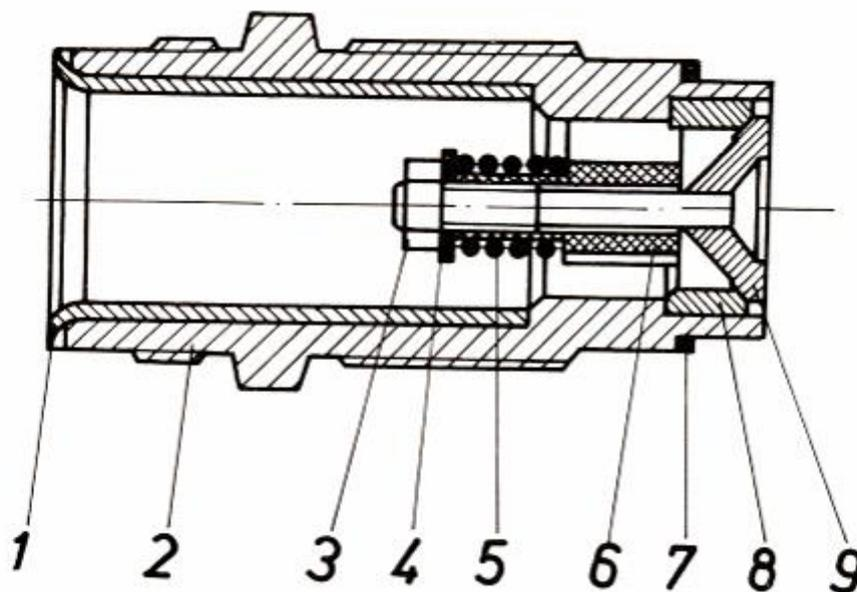
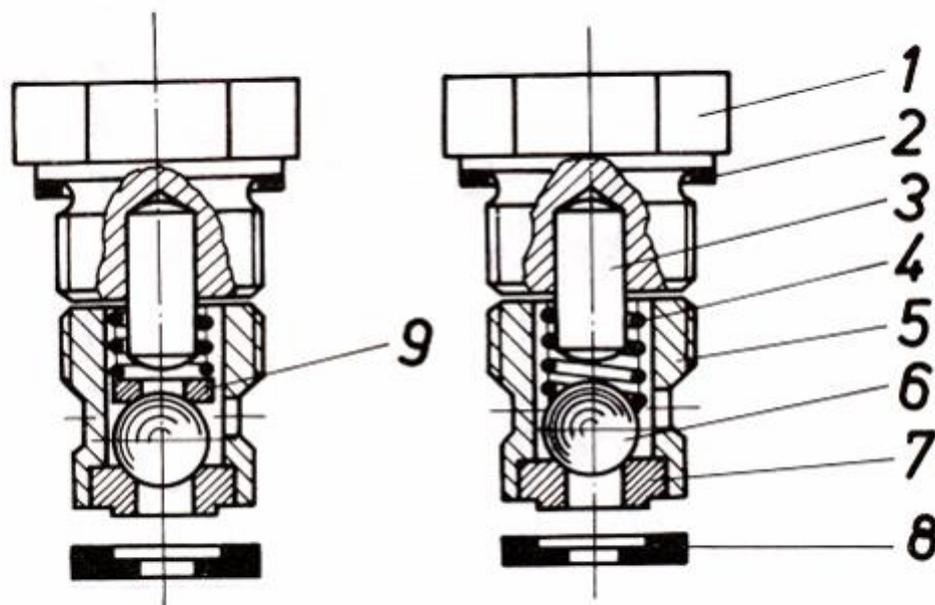
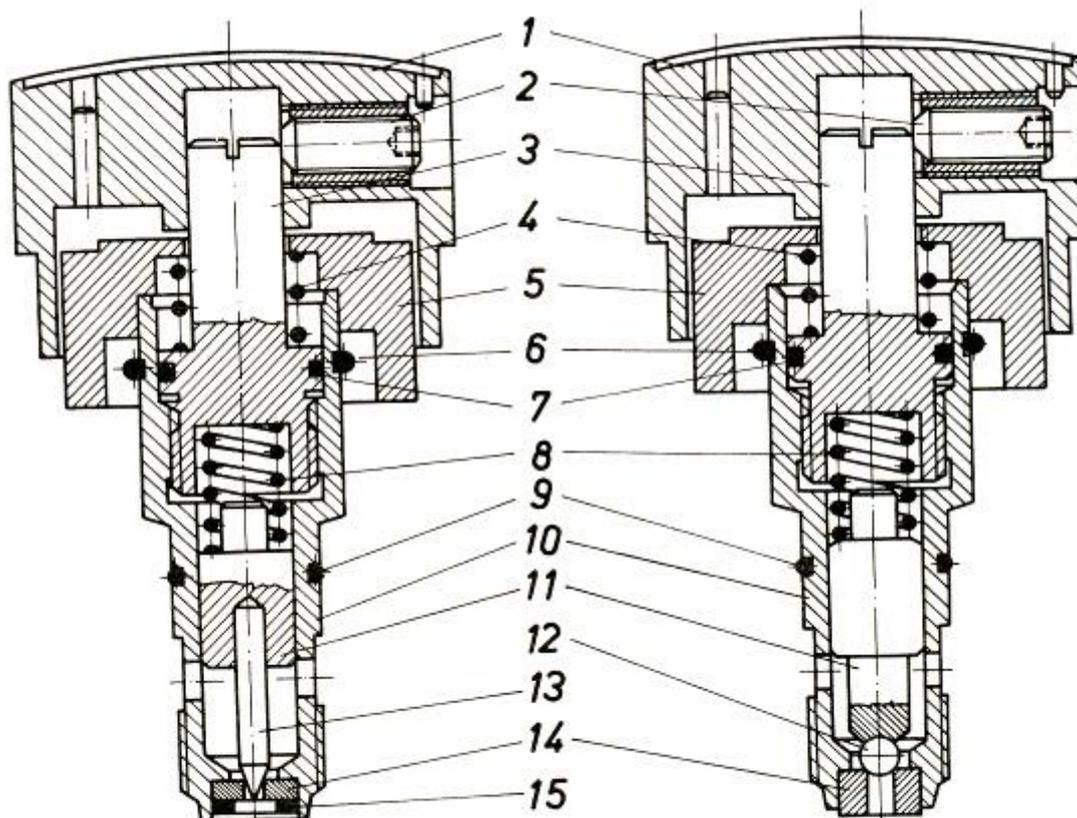
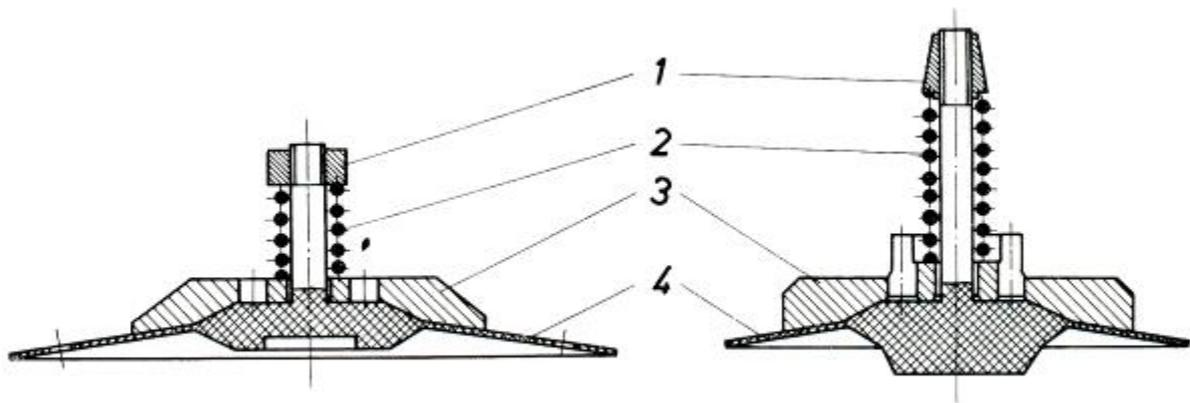

Рис. 8. Всасывающий клапан: агрегата 2600 НА (07—2.03.00), 7000 НА и 7000 Н—I (10—2.03.00).
Рис. 9. Нагнетательный клапан в сборе: слева — агрегата 2600 НА (10—2.04.00), справа — агрегата 7000 НА и 7000 Н—I (11—2.04.00).
Рис. 11
Рис. 12. Мембраны в сборе: слева — агрегата 2600 НА (07—2.02.00), справа — агрегата 7000 НА и 7000 Н—1 (11—2.02.00).
Рис. 6. Насос с электроприводом агрегата 2600 НА (901—0158). 1 — корпус ступени краски (07—2.01.02); 2 — вставка полиамидная (07—2.00.08); 3 — болт с внутренним шестигранником М10х55, 9 шт. (99—0.03.11); 4 — всасывающий клапан (07—2.03.00), (см. рис. 8); 5 — патрубок для сливной трубки (10—2.00.10); 6 — перепускной клапан (Ю—2.06.00), (см. рис. 10); 7 — мембрана в сборе (07—2.02.00), (см. рис. 12); 8 — вкладыш полиамидный (07—1.00.11); 9 — корпус в сборе с цилиндром, втулкой и радиальным уплотнением вала (07—1.01.00); 10 — цилиндр (07—1.01.11); 11 — поршень (07—1.07.01); 12 — гайка специальная (07—1.01.12); 13 — пружина для поршня (07—1.00.09); 14 — прокладка для пружины (07—1.07.02); 15 — кольцо стопорное (99—2.25.09); 16 — болт М5х12, 8 шт. (99—0.16.04); 17 — болт с Шестигранной головкой Мх5х14 (99—0.03.07); 18 — шайба пружинная (99—2.15.05); 19 — диск фиксатор (07—1.00.12); 20 — роликподшипник с ограничительным кольцом NUP 2304 (99—6.04.02); 21 — крышка корпуса (901—0168); 22 — шнур резиновый 0 2 мм (99—7.10.10); 23 — маслосливочная пробка (05—1.05.00); 24 — кольцо уплотнительное 30х40х7 (99—7.05.05); 25 — шайба (900—2128); 27 — электропривод в сборе; 28 — регулятор давления (10—1.04.00); (см. рис. 11); 29 — соединитель резьбовой для шланга высокого давления М16х1,5 (10—2.00.09); 30 — кольцо уплотнительное медное (99—7.01.03); 31 — нагнетательный клапан в сборе (11—2.04.00), (см. рис. 9); 32 — глазок для проверки уровня масла (99—7.10.16); 33 — маслофильтрующая пробка (07—1.06.00); 34 — болт с внутренним шестигранником М8х35, 4 шт., 35 — шайба пружинная, 4 шт. (99.2.15.01); 36 — клемма "Земля".
Рис. 7. Насос с электроприводом агрегата 7000 НА и 7000 Н—I (901—0111). 1. — корпус ступени краски (11—2.01.00); 2 — вставка полиамидная (11—2.00.11); 3 — всасывающий клапан (10—2.03.00), (см. рис. 8); 4 — соединитель резьбовой для шланга высокого давления М16х1,5 (10—2.00.09); 5 — кольцо уплотнительное медное 16х20х1,5 (99—7.01.03); 6 — патрубок для сливной трубки (10—2.00.10); 7 — нагнетательный клапан в сборе (11—2.04.00), (см. рис. 9); 8 — мембрана в сборе (11—2.02.00), см. рис. 12); 9 — корпус в сборе с поршнем и цилиндром (11—1.02.00); 10 — регулятор давления (10—1.04.00), (см. рис. 11); 11 — кольцо стопорное пружинное (99—2.27.02); 12 — подшипник игольчатый (99—6.02.02); 13 — кольцо стопорное пружинное (99—2.27.01); 14 — кольцо стопорное 24х1,2 (99—2.25.03); 15 — прокладка 25х35х1 99—2.06.01); 16 — кольцо стопорное 33х1,5 (99—2.25.01); 17 — шайба под подшипник (99—2.05.02); 18 — шайба (10—1.51.03); 19 — игольчатый подшипник NKI 35/20 (99—6.02.01); 20 — роликовый упорный подшипник 89 310 (99—6.03.02); 21 — шайбы регулировочные (99—2.10.08—16); 22 — вал муфты (11—1.92.06); 23 — шпонка 8х7х56 (99—3.10.01); 24 — маховик (11—1.53.01); 25 — плоское уплотнение (11—1.00.13); 26 — роликовый упорный подшипник 81 211 (99—6.03.01); 27 — кольцо стопорное 62х2 (99—2.25.02); 28 — кольцо стопорное 30х1,5 (99.2.26.02); 29 — шарикоподшипник 6206—С3 (99—6.01.03); 30 — радиальное уплотнение вала (99—7.05.02); 31 — корпус промежуточный (11—1.02.04); 32 — шпонка 8х7х32 (99—3.10.02); 33 — муфта в сборе (11—1.52.00); 34 — электропривод в сборе; 35 — поршень (10—1.01.04); 36 — вставка (10—1.00.10); 37 — шайба, 2 шт. (99—2.02.01); 38 — пружина для поршня (10—1.00.07); 39 — проба маслофильтрующая (11—1.04.00); 40 — цилиндр (10—1.01.03); 41 — кольцо 30х2 (99—7.10.04); 42 — прокладка для пружины (11—1.00.09); 43 — стопорное кольцо 34х1,5 (99—2.26.01); 44 — болт с цилиндрической головкой М8х25, 4 шт. (99—0.03.13); 45 — шайба пружинная, 4 шт. (99—2.15.01); 46 — перепускной клапан (10—2.06.00), (см. рис. 10); 47 — болт с цилиндрической головкой МЮх75, 6 шт.; 48 — шайба, 6 шт. (99—2.02.01); 49 — маслосливочная пробка (11—1.07.00); 50 — клемма "Земля".
5.2.7. Всасывающий клапан (рис. 8). Седло и конус клапана выполнены из износостойких материалов. Седло запрессовано в конус. Конус припаян к штоку. Корпус клапана герметизируется пластмассовым кольцом. Клапан агрегата 2600 НА маркируется индексом "07", а агрегата 7000 НА и 7000 Н—I — индексом „10”.
5.2.8. Нагнетательный клапан (рис. 9) имеет седло и шарик, выполненные из износостойких материалов. Седло запрессовано в зажим. В клапане агрегата 2600 НА между пружиной и шариком расположена опора пружины. Седло герметизируется пластмассовым уплотнительным кольцом, и пробка — медным уплотнением.
5.2.10. Регулятор давления (рис. 11)
Рис. 11 Регуляторы давлений в сборе: слева — агрегата 2600 НА (05—1.02.00), справа — агрегата 7000 НА и 7000 Н—I (10—1.04.00). 1 — ручка в сборе (05—1.11.00); 2 - шпилька (99—0.11.05); 3 — винт регулятора с хвостовиком (10—1.04.05А); 4 — пружина (10—1.04.11); 5 — втулка упорная (10—1.04.09); 6 — скоба (10—1.04.10); 7 - кольцо уплотнительное (99—7.10.07); 8 — пружина регулятора (05—1.02.07); 9 — кольцо уплотнительное (99—7.10.02); 10 — корпус регулятора в сборе: агрегата 2600 НА (05—1.10.00); агрегата 7000 НА и 7000 Н—I (10—1.61.00); 11 — держатель иглы клапана агрегата: 2600 НА (05—1.12.02); толкатель агрегата 7000 НА и 7000 Н—I (10.—1.04.07); 12 — шарик $\varnothing 4$ (99—4.15.02); 14 — седло клапана.- агрегата 2600 НА (05—1.10.02); агрегата 7000 НА и 7000 Н—I (10.1.61.03); 15 — кольцо зажимное (05—1.10.03)
5.2.11. Мембрана в сборе (**рис. 12**). Мембрана, выполненная из специальной пластмассы, снабжена хвостовиком. На хвостовике расположены гайка и пружина, которая прижимает мембрану к металлической опорной шайбе.